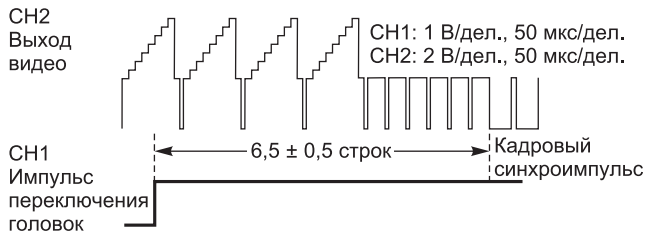

Рис. 3. Блок управления
- усилителя сигналов видеоголовок IC301 (AN33645) и тракта обработки аудио- и видеосигналов на основе аналогового процессора IC401 (HA8603F) (рис. 3);